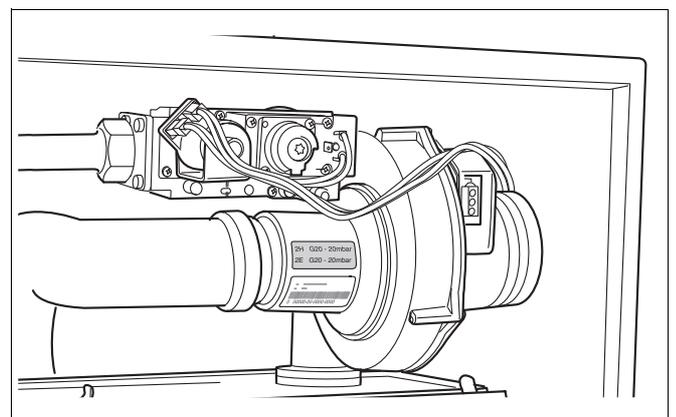

Fig. 77 Verificare il tipo di gas erogato
- Verificare se il tipo di gas erogato è identico a quanto riportato sull'adesivo "Tipo di gas" (fig. 77).